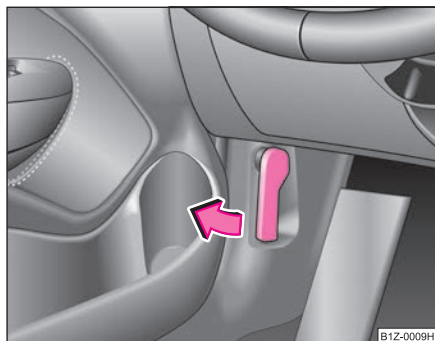

Fig. 189 Maneta de deblocare a capotei motorului
- Trageți maneta de deblocare de sub bord, pe partea conducătorului ⇒ fig. 189.
- Deblocați capota motorului ⇒ pagina 248, fig. 189.